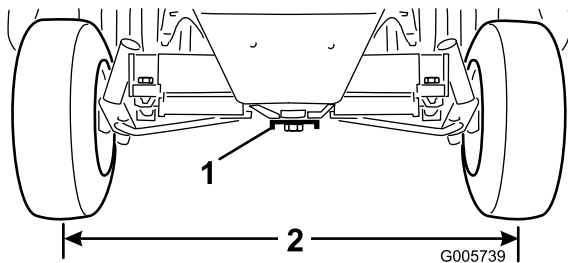

Bild 53
2. Lösen Sie die Klemmmuttern an beiden Spurstangen und stellen Sie die Stangen ein, bis der Mitte-zu-Mitte Abstand an den Vorder- und Hinterrädern gleich ist (Bild 53).